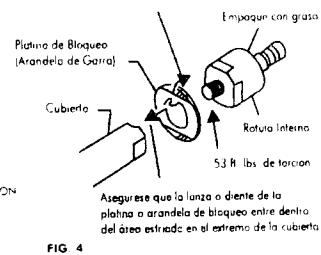

FIG. 4
2. A l'aide d'une pince à molette d'un bout, replier la rondelle ouverte sur le carter de la biellette de direction intérieure. La rondelle doit être repliée vers les deux côtés opposés de la biellette de direction et du carter [voir fig. 4].
2. Usando un cincel, hacer una fuerza y doble la arandela de goma sobre la cubierta del eje interior de ajuste. La arandela de goma tiene que ser dobrada sobre dos radios opuestos del eje interior de ajuste y la cubierta, ver Fig. 4.
2. Using a blunt punch or chisel, apply force and bend claw washer over inner tie rod housing. The claw washer must be bent over two opposing sides of the inner tie rod and housing, see Fig. 4.